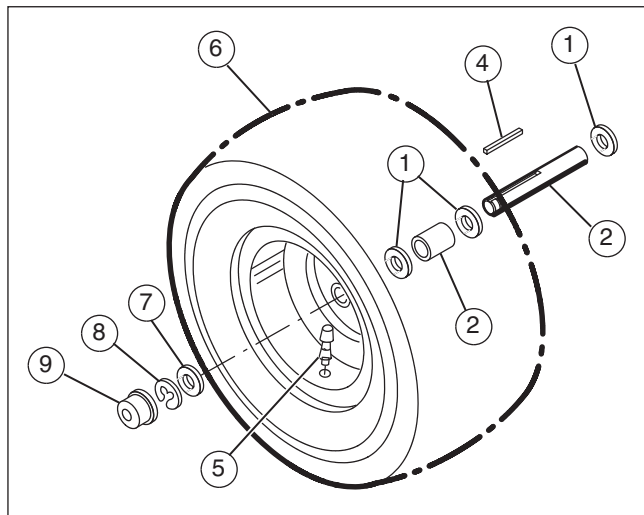

Figura 37
1. Montare le rondelle (1) e il distanziatore (2) sull'assale (3) (vedere **Figura 37**).
2. Montare la chiavetta quadrata (4) nella sua fessura.